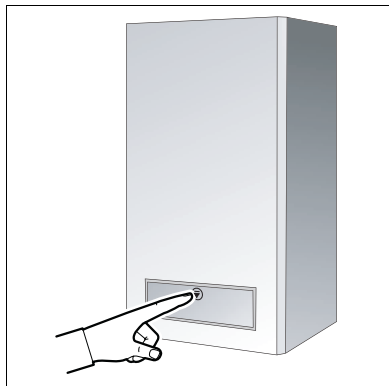

Abb. 1 Bedienebene öffnen
- Bedienebene durch Drücken auf das Symbol an der Klappe öffnen (Abb. 1).